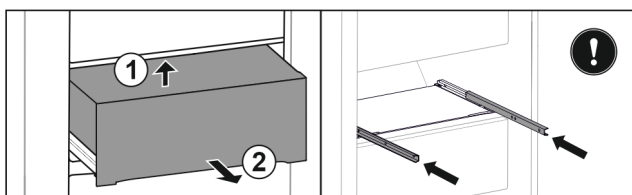

Fig. 135
- ▶ Predal dvignite od spodaj proti zadnji strani. Fig. 135 (1)
- ▶ Predal vzemite ven v smeri naprej. Fig. 135 (2)